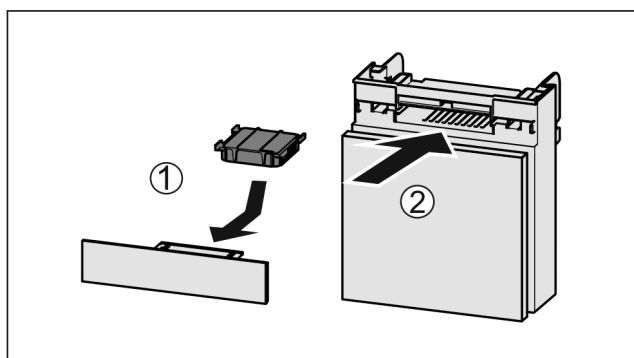

Fig. 104
- ▶ Wkładać Fig. 104 (1) filtr z węglem aktywowanym zgodnie z ilustracją.
- ▶ Wsunąć komorę Fig. 104 (2).